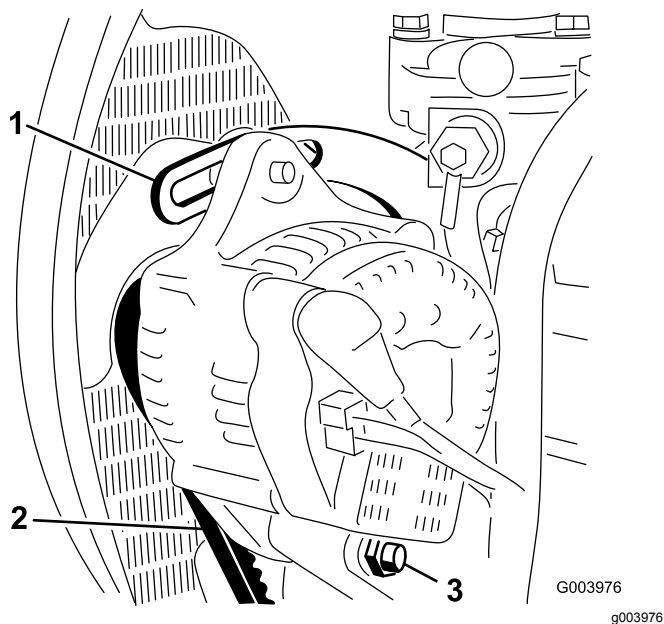

Figure 48
2. Contrôlez la tension de la courroie d'alternateur (Figure 48) en exerçant une force de 10 kg à mi-distance entre les poulies d'alternateur et de vilebrequin.
3. Desserrez le boulon qui fixe le renfort au moteur (Figure 48), le boulon qui fixe l'alternateur au renfort et le boulon de pivot.